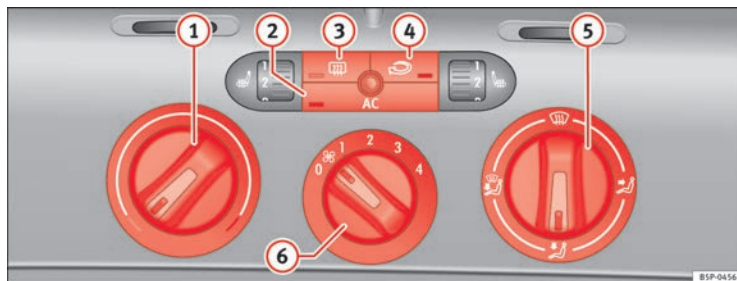

Abb. 128 In der Instrumententafel: Bedienelemente der Climatic
- Mit den Reglern ⇒ Abb. 128 ① und ⑤ und mit dem Schalter ⑥ stellen Sie die Temperatur, die Luftverteilung und die Gebläsestufe ein.
- Drücken Sie die jeweilige Taste ②, ③ oder ④, um eine Funktion ein- oder auszuschalten. Bei einer eingeschalteten Funktion leuchtet das Fenster unten an der Taste auf.
① Temperaturregler ⇒ Seite 163.
② Taste **AC** – Kühlanlage ein-/ausschalten ⇒ Seite 163
③ Taste – Heckscheibenbeheizung. Etwa 20 Minuten nach dem Einschalten wird die Beheizung automatisch ausgeschaltet. Sie lässt sich vorzeitig durch Drücken der Taste ausschalten.
④ Taste – Umluftbetrieb ⇒ Seite 165
⑤ Luftverteilungsregler ⇒ Seite 163.
⑥ Gebläseschalter. Der Luftstrom ist in vier Stufen einstellbar. Das Gebläse sollte immer bei langsamer Fahrgeschwindigkeit in niedriger Stufe mitlaufen. ▶
- Schalten Sie die Klimaanlage mit der Taste \Rightarrow Seite 162, Abb. 128  ein.